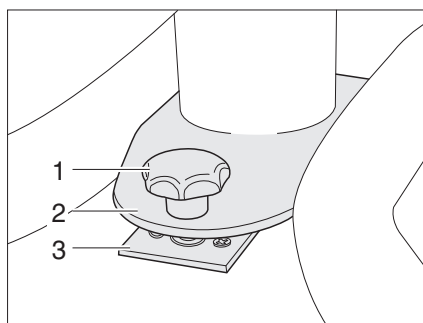

Fig. 79 Dispositif de blocage table fixe
- Placer la table fixe avec la plaque perforée (Fig. 79,2) sur le support (Fig. 79,3).
- Pousser la table fixe de telle sorte que la vis de fixation (Fig. 79,1) puisse être vissée dans le support (Fig. 79,3).